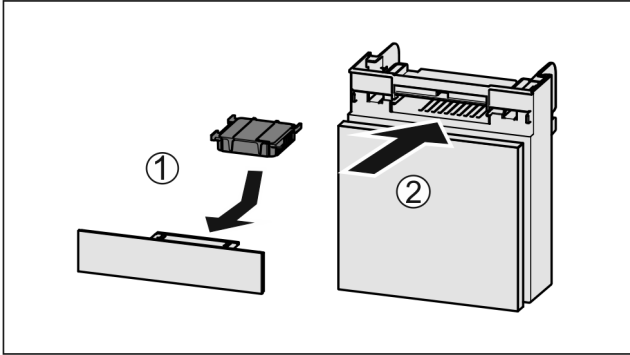

Fig. 213
- Aseta aktiivihiilisuodatin kuvan mukaisesti paikoilleen Fig. 213 (1).
- Työnnä lokero kiinni Fig. 213 (2).